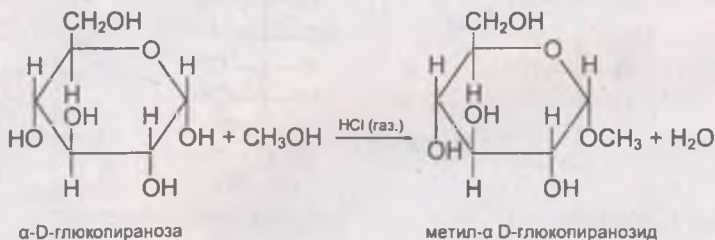

Рис. 251
- 1) алкилирование (образование простых эфиров). Под воздействием метилового спирта (катализатор — газообразный хлористый водород) атом водорода гликозидного гидроксила замещается на метильную группу (рис. 251).